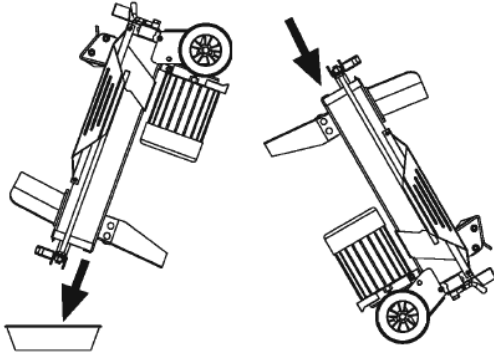

Abb. 22: PREHLS52 / 042001
- Drehen Sie den Holzspalter auf die Stützenseite (Abb. 22 & 23) über einem Behälter mit 4 Litern Fassungsvermögen bei Modell 042001/PREHLS52 ; PREHLS52/5 / 042031 und 8 Litern Fassungsvermögen bei Modell 042011/PREHLS7T), um das Hydrauliköl ablaufen zu lassen.
- Drehen Sie den Holzspalter wieder auf die Motorseite (Abb. 22 & 23).